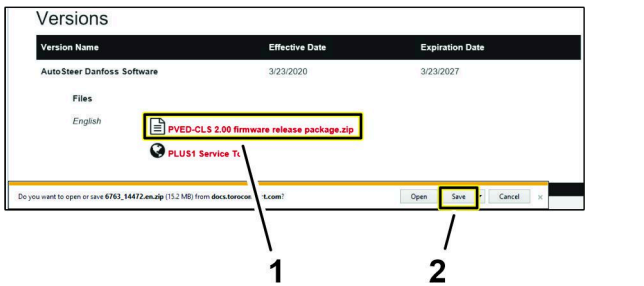

Figura 17
5. En la página Información del documento, haga clic en el enlace PVED-CLS 2.00 firmware release package.zip (Figura 17).
6. Haga clic en el botón Guardar (Figura 17).